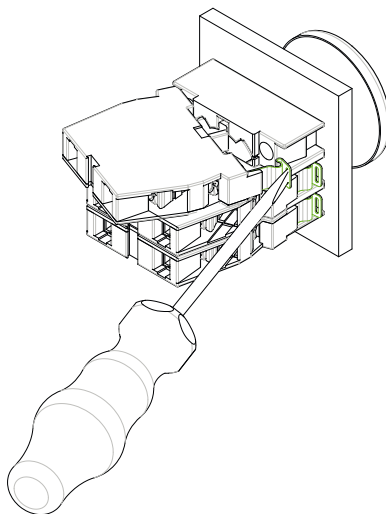

図 12
1. 接点ブロックの取り外しは、サイズ2のクロスポイントドライバーを使って行います(図12参照)。